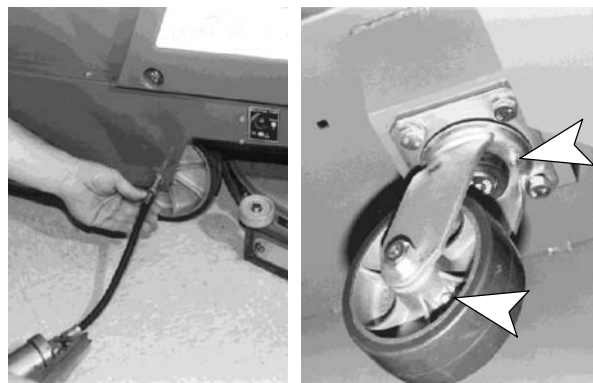

FIG. 24
2. Engrase los cojinetes de la rueda principal y la cabeza de rotación de la rueda. (Figure 24).